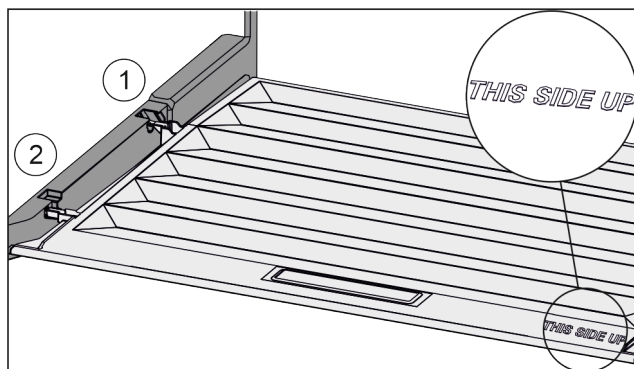

Fig. 110
- ▶ Ramiona pokrywy wprowadzić ponad otworem tylnego uchwyty Fig. 110 (1) i zazębić z przodu w uchwycie Fig. 110 (2).